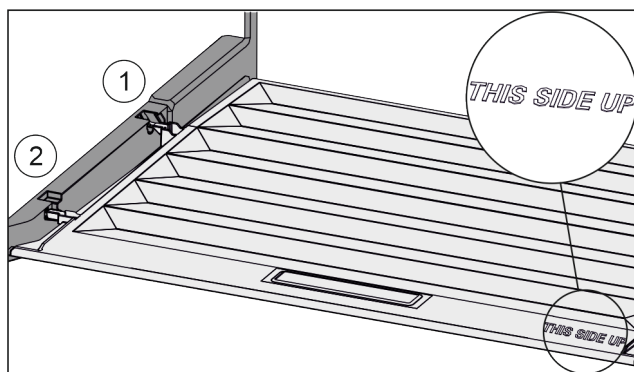

Fig. 118
- ▶ Ramiona pokrywy wprowadzic ponad otworem tylnego uchwytu Fig. 118 (1) i zaebc z przodu w uchwycie Fig. 118 (2).